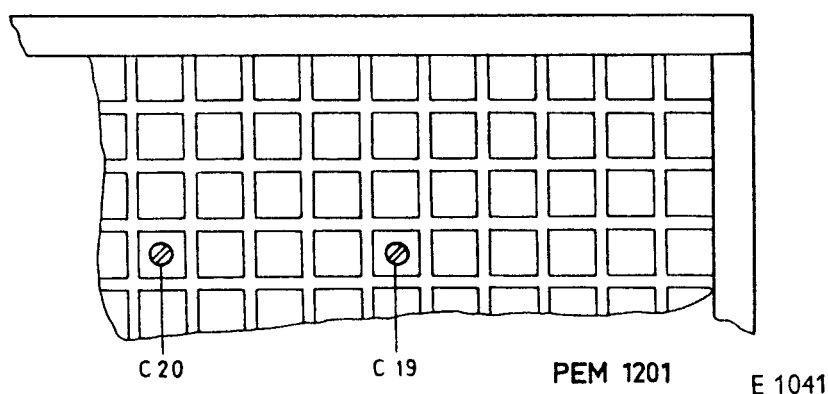

Abb. 3. Abgleich C19 und C20
- Erforderlichenfalls mit C20 abgleichen (evt. Empfindlichkeit vergrössern; C20 ist von der Unterseite des Gerätes zugänglich, siehe Abb. 3)
C19 ist von der Unterseite des Gerätes zugänglich, siehe Abb. 3